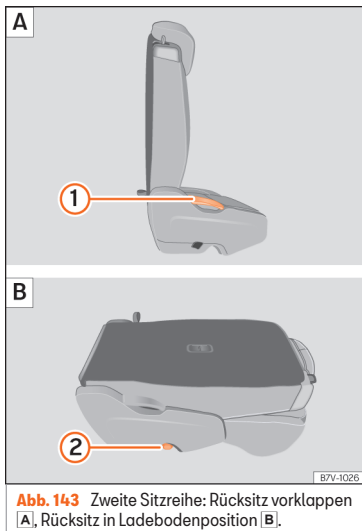

Abb. 143 Zweite Sitzreihe: Rücksitz vorklappen [A], Rücksitz in Ladebodenposition [B].
- Entfernen Sie Gegenstände aus dem Fußraum vor und hinter dem Rücksitz »» ❶.
- Hebel »» Abb. 143 ❶ nach oben ziehen und Rücksitzlehne nach vorn klappen. Der komplette Rücksitz klappt nach vorn »» ⚠.
- Die nach vorn geklappte Rücksitzlehne herunterdrücken, bis die Rücksitzlehne in der Ladebodenposition eingerastet ist »» Abb. 143 [B].
- Hebel » » Abb. 143 ① nach oben ziehen und Rücksitzlehne nach oben in die aufrechte Position klappen. Der komplette Rücksitz klappt nach hinten.